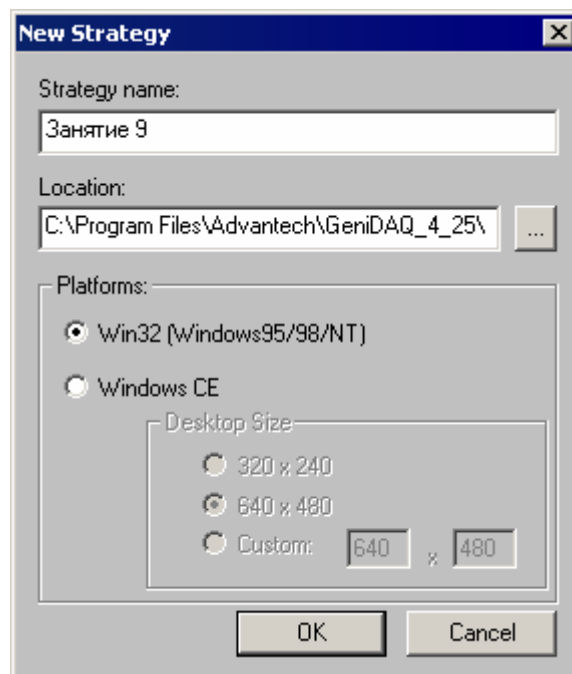

Рис. 4.130. Диалоговое окно конфигурирования приложения
1. Выполните *первое действие* из занятия 1. Создаваемое приложение настройте в соответствии с рис. 4.130.